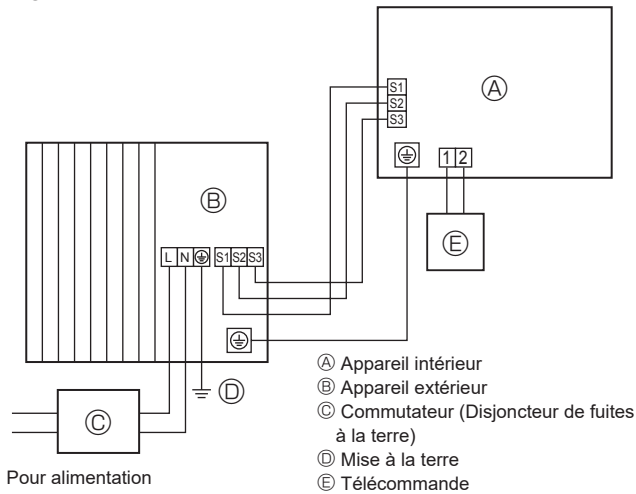
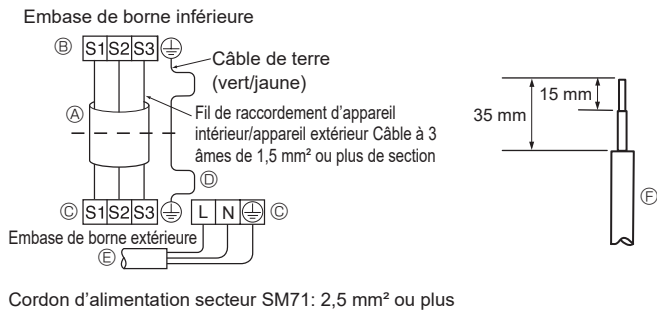
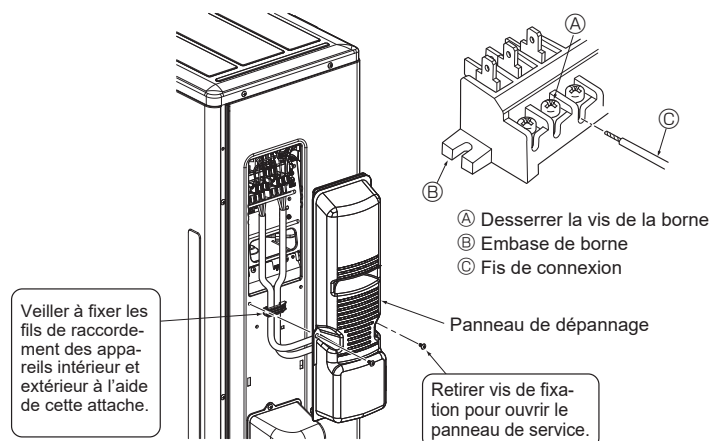

Fig. 6-1
Fig. 6-2
Fig. 6-3
### 6.1. Appareil extérieur (Fig. 6-1, Fig. 6-2, Fig. 6-3)
- ① Déposez le panneau de service.
- ② Raccordez les câbles conformément aux Fig. 6-1, Fig. 6-2 et Fig. 6-3.
- Effectuez le câblage selon le diagramme en bas et à gauche. (Veuillez vous procurer le câble localement) (Fig. 6-2)